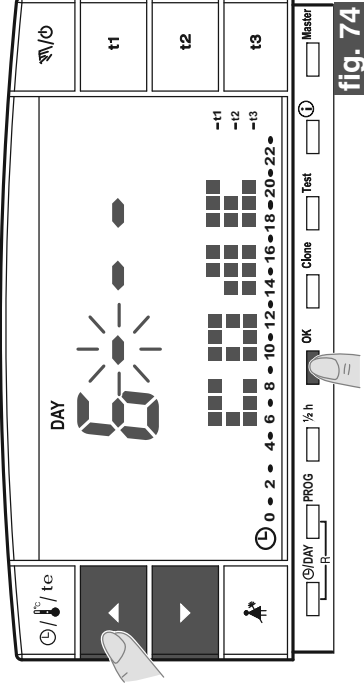
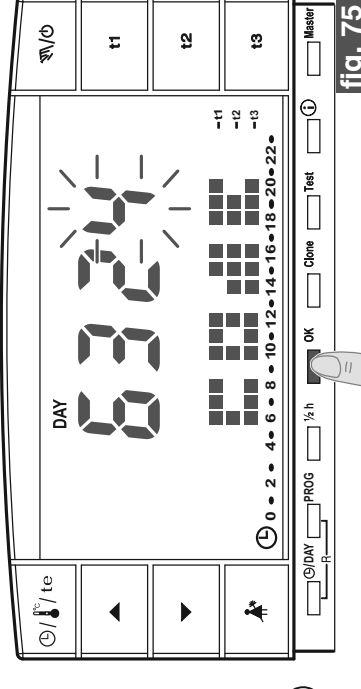

fig. 74
fig. 75
- Impostare il numero desiderato utilizzando i tasti e ; confermare premendo il tasto **OK** (es. fig. 74). Eseguire la stessa procedura per gli altri tre trattini (es. fig. 75).
- Inserire la password corrente utilizzando i tasti ▲▼; confermare ogni valore premendo il tasto **OK** (esempio in fig. 75).